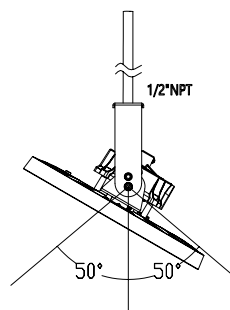

Figura 9
3. Ajuste el ángulo: El artefacto se puede inclinar hasta 50° hacia la izquierda o hacia la derecha para ajustarlo verticalmente. (Consulte la Figura 9).